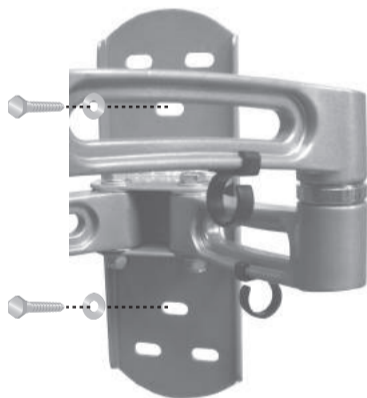

Abb. 1 – Befestigen der Wandplatte an der Wand
- Halterung erneut an der Wand positionieren und mit einer mitgelieferten spitzen Schraube (Q) und einer Beilagscheibe für spitze Schrauben (R) (siehe Abb. 1) festschrauben. Diese Schrauben nicht zu stark festziehen und die Halterung nicht loslassen, bevor alle Schrauben festgezogen wurden.
- Zementdübel (P) in jedes Loch so einführen, dass die Befestigung an der Zementfläche erfolgen kann. Das Einführen des Dübels in die Wand kann, falls erforderlich, durch leichte Hammerschläge erfolgen.